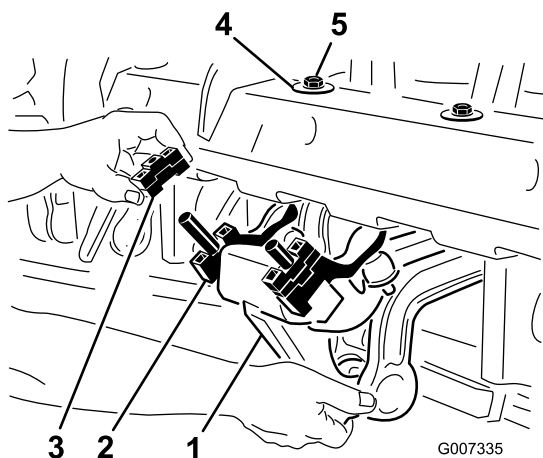

Рисунок 26
1. Отверните 2 контргайки (½ дюйма) крепления узла амортизатора Rotalink к нижней поверхности рамы аэраторного вала (Рисунок 26).
2. Опустите узел амортизатора, чтобы открыть доступ к разделителям (Рисунок 26).
4. Снова присоедините узел амортизатора к раме аэраторного вала. Убедитесь, что полушайба установлена на раму аэраторного вала, как показано на Рисунок 26. Затяните 2 контргайки.